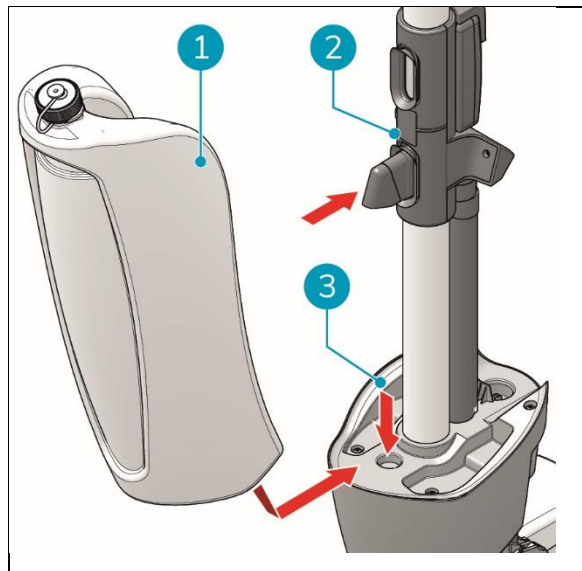

Figure 12
1. Placer le fond du réservoir de récupération (Figure 12, pos. 1) sur l'avant de l'i-mop® XXL Pro (Figure 12, pos. 3).
2. Poussez le haut du réservoir en place jusqu'à ce que vous entendiez un "clic", l'aimant (Figure 12, pos. 2) verrouille le réservoir de récupération en place.